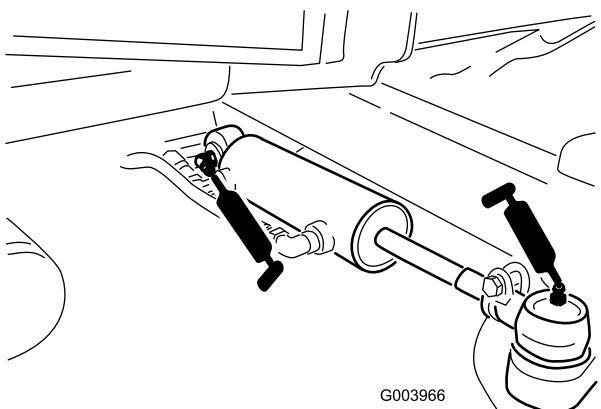

図 58
- ステアリング・シリンダのボール・ジョイント（2ヶ所）(図 58)